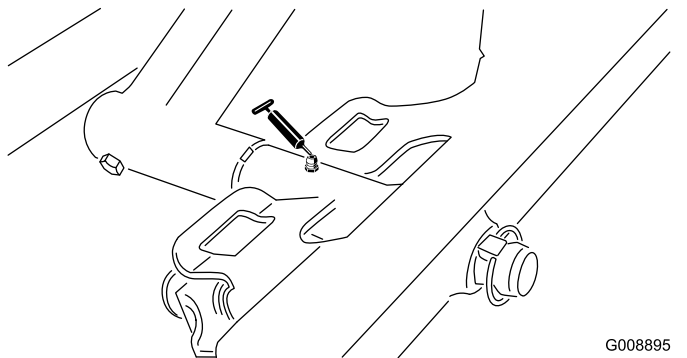

Figure 28
- Pivot d'unité de coupe avant (Figure 28)